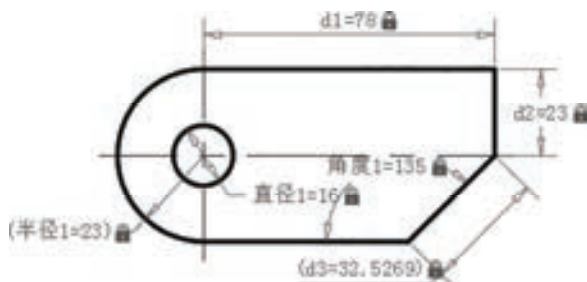

图 11-33 完成所有的标注约束
10) 关闭“特性”选项板，最后完成的标注约束效果如图 11-33 所示。